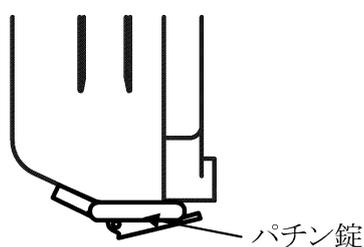

図2-1 カバーのはずし方
(1) カバーのはずし方、付け方
- ・ カバーをはずす際は、図2-1のパチン錠を下方向に引き、カバーを開いて上側に持ち上げ、ケースの上側のツメからはずしてカバーを分離してください。